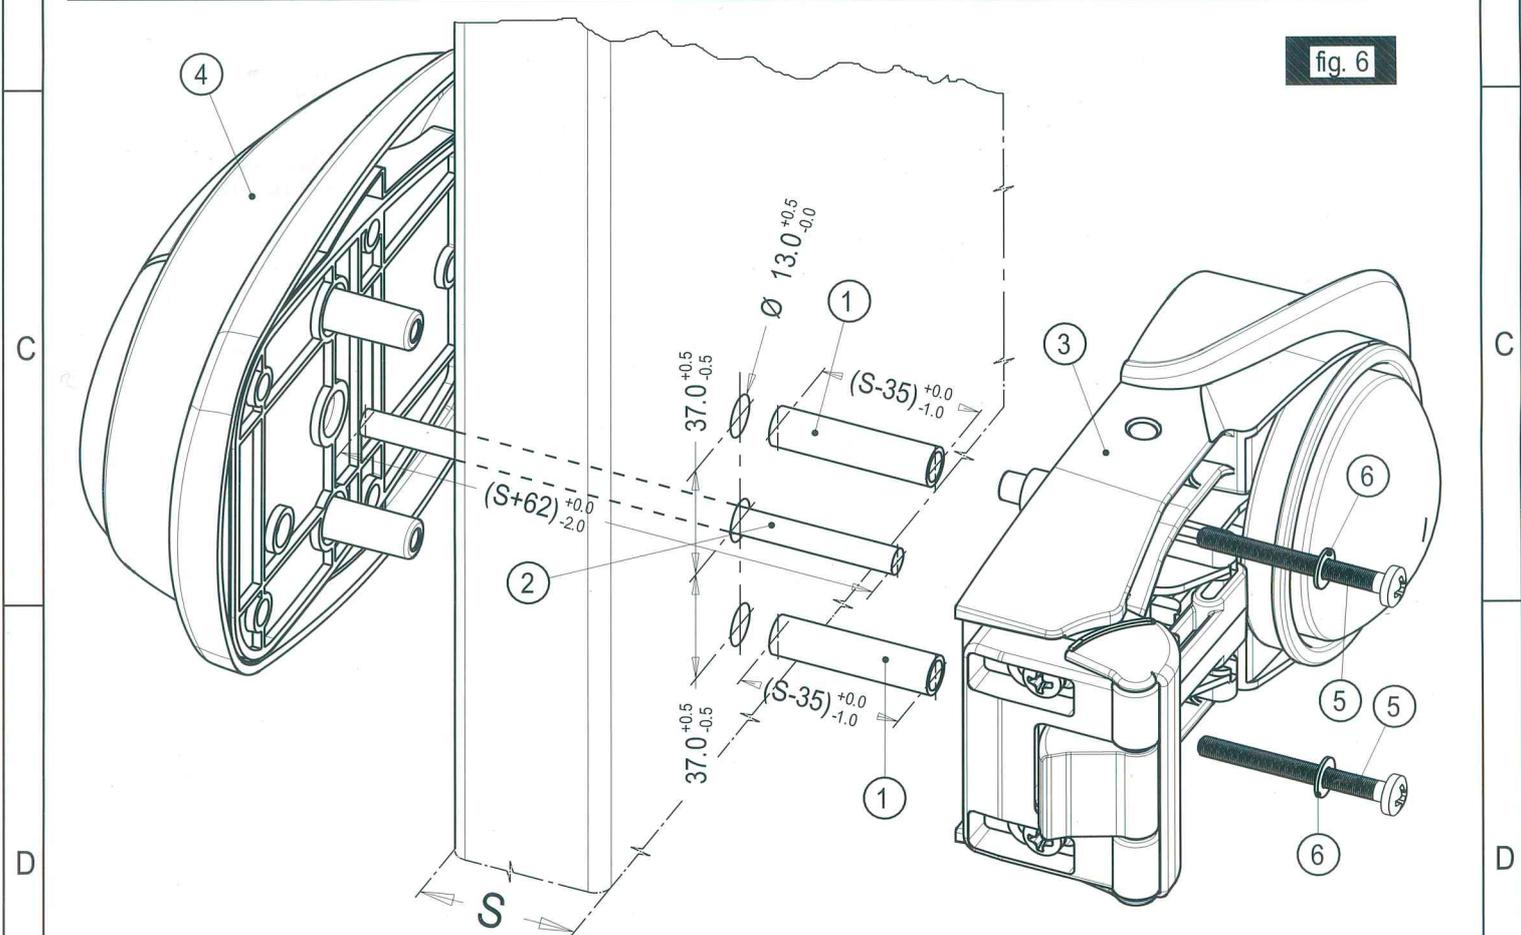

fig. 6
- 2 - fig.6 tagliare i tubi **35 mm meno dello spessore della porta** (part. 1) e inserirli nei fori di diam. 13 mm;
- 3 - fig.6 tagliare l'asta **62 mm più lunga dello spessore porta** (part. 2) e inserirla nel foro centrale diam. 13
- 4 - fig.6 inserire la chiusura esterna (part. 4) nei relativi fori della porta;
- 6 - fig.6 inserire il dispositivo di sgancio interno (part. 3) nei relativi fori della porta;
- 7 - fig.6 inserire le 2 viti (part.5-6) nelle loro sedi e avvitarle **facendo attenzione che il pannello non si schiacci.**
- che l'asta (part. 2) sia inserita perfettamente e/o tagliata nella lunghezza richiesta fig. 6 (62 mm più lunga rispetto allo spessore porta);
- controllare che i tubi (part. 1) siano correttamente tagliati come da fig. 6
- 2 - fig.6 cut the tubes (detail 1) **35 mm less than the door thickness** and insert it into the 13 mm  $\varnothing$  holes;
- 3 - fig.6 cut the bar (detail 2) **62 mm longer than the door thickness** and insert it into the 13 mm  $\varnothing$  central hole;
- 4 -fig. 6 place the external handle (detail 4) into the respective fixing holes on the door;
- 6 -fig.6 insert the internal safety device (detail 3) into the respective fixing holes on the door;
- 7 - fig. 6 insert the 2 screws (detail 5-6) in their housings and tighten them, **taking care to avoid any panel compression!!**
- check the correct cut of the tubes (detail 1) fig.6